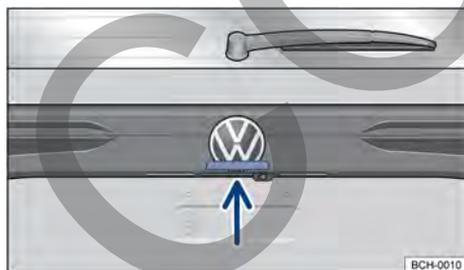

Fig. 56 En la tapa trasera: botón para abrir la tapa trasera.
- Para abrir el portón trasero presionar la tecla → fig. 56 y levantar el portón trasero.